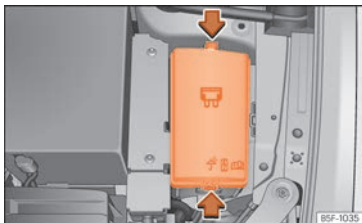

Fig. 104 Dans le compartiment moteur : cache du boîtier de fusibles.
- Appuyez sur les languettes de verrouillage pour déverrouiller le cache de la boîte à fusibles » fig. 104.